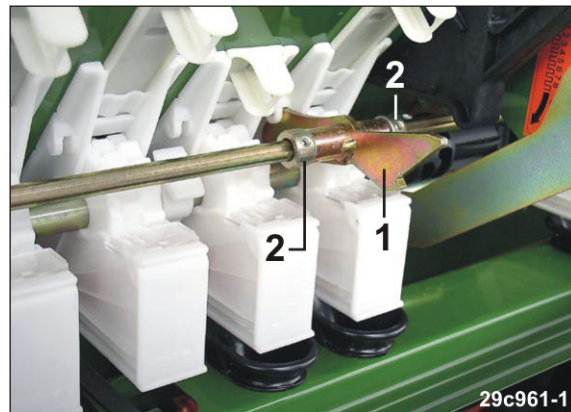

Fig. 243
- Dabei die Halterung (Fig. 243/1), die die Vorgelegewelle axial sichert, in die Aussparung eines Sägehäuses stecken.
5. Die Halterung axial mit zwei Stellringen (Fig. 243/2) sichern.